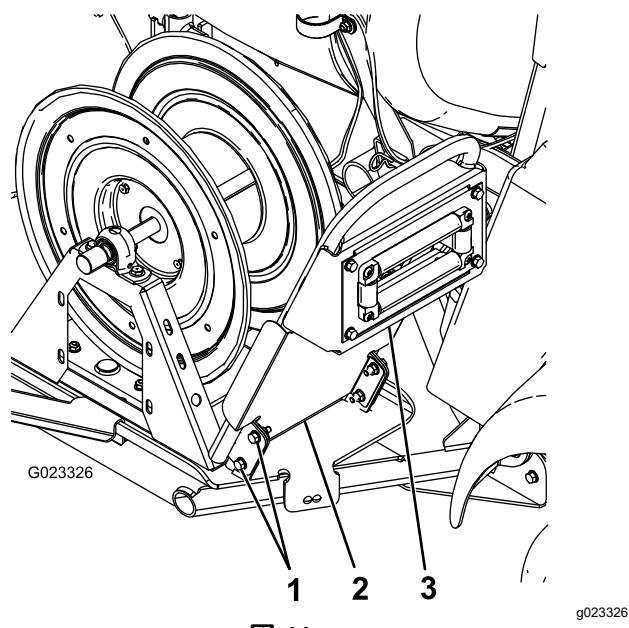

図 11
5/16 インチ4本を使用する図 11。
6. 泥除けシールドとハンドルを、スイベルプレートに取り付けるステップ 5 で取り付けたボルトと、フランジナット5/16 インチ4個を使用する図 11。